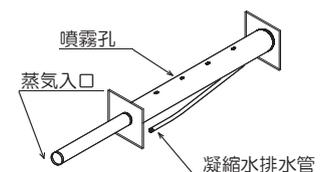

図2-17 蒸気加湿管
- 口径の異なるステンレス製の管を内外2重に組んだ構造となっています。(図2-17 参照)